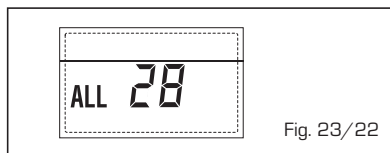

Fig. 23/22
- ANOMALIE NOMBRE DE CARTES CONNECTEES "ALL 29" (fig. 23/23)